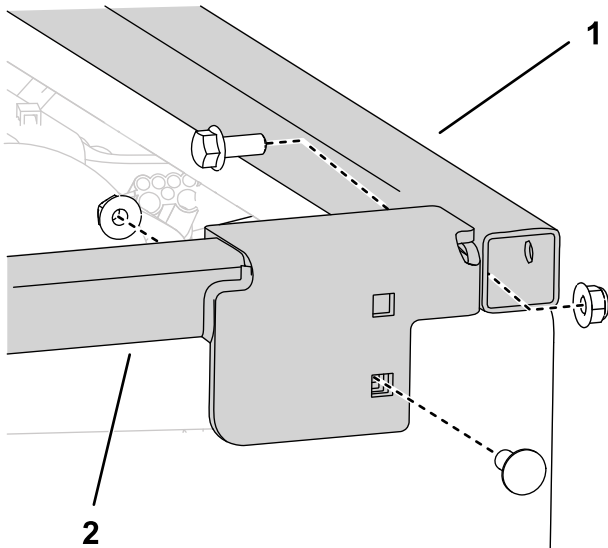

Bild 11
- Verbinden Sie das rechte Ladepritschendistanzstück mit einer Schraube mit dem vorderen Rohrrahmen und mit einer Schlossschraube mit dem Ladepritschenrahmen, wie in Bild 11 abgebildet.